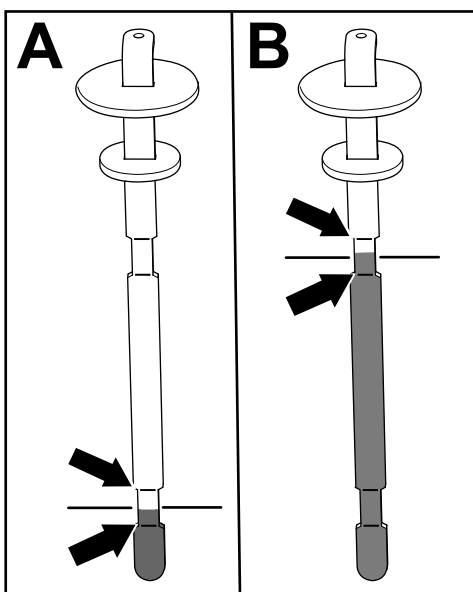

Figura 82
5. Retire la varilla y compruebe el nivel de fluido (Figura 82).
- Si tiene una unidad de corte equipada: el nivel de fluido hidráulico está en el nivel apropiado cuando el fluido aparece entre las dos marcas inferiores de la varilla (A en la Figura 82). También es aceptable que el nivel de fluido esté por encima de las marcas inferiores.
- Si tiene instalado el kit de Mangueras para accesorios de accionamiento hidráulico: el nivel de fluido hidráulico está en el nivel correcto cuando el fluido aparece entre las dos marcas superiores de la varilla (B en la Figura 82).